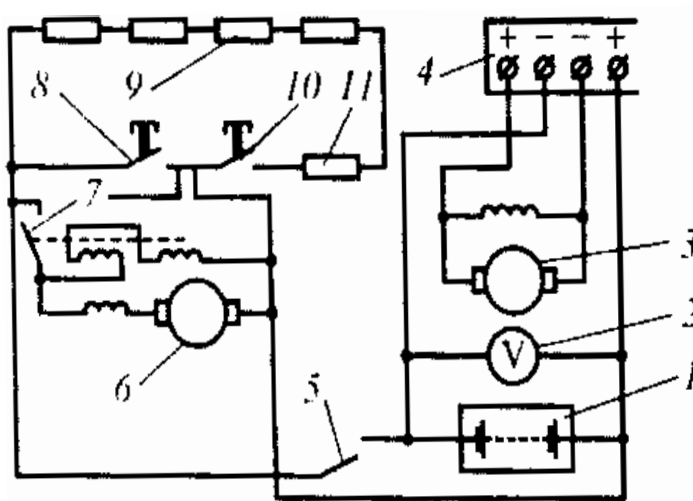

Рисунок 5 Принципиальная схема двухпроводной электрической системы пуска дизеля
5) Какой элемент обозначен под цифрой 2 электрической схемы системы пуска дизеля (рисунок 5)?